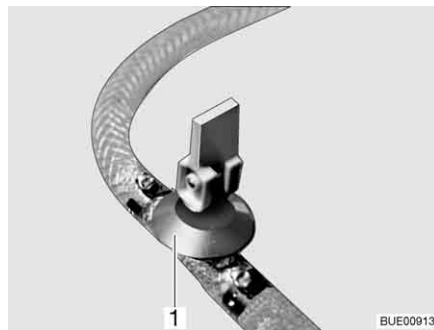

Bild 223 Avtappningskran
- Stäng avtappningskranen/avtappningskranarna. Ställ vipparmen (Bild 223, 1) i vågrätt läge.
- Öppna avtappningskranen/avtappningskranarna (Bild 223). Ställ vipparmen (Bild 223, 1) i lodrätt läge. Varmvattenberedaren töms utåt.